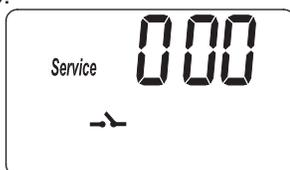
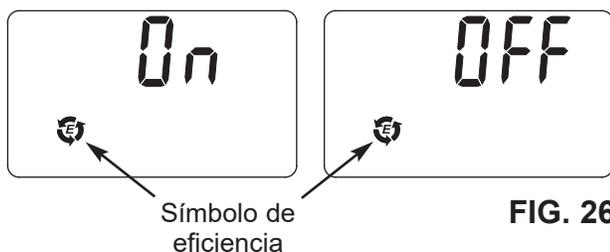
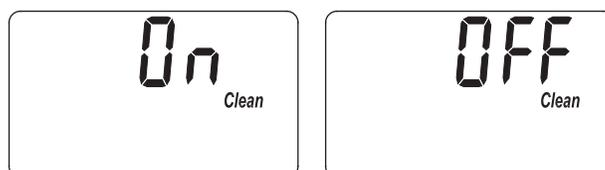

FIG. 25
FIG. 26
FIG. 27
1. Mantenga oprimido el botón PROGRAM (Programar) hasta que aparezca la pantalla que se indica en la Fig. 25. Cuando ello ocurra, oprima una vez el botón PROGRAM (Programar) y aparecerá una de las dos pantallas que se indican en la Fig. 26.
1. Mantenga oprimido el botón PROGRAM (Programar) hasta que aparezca la pantalla que se indica en la Fig. 25. Cuando ello ocurra, oprima dos veces el botón PROGRAM (Programar) y aparecerá una de las dos pantallas que se indican en la Fig. 27.
1. Mantenga oprimido el botón PROGRAM (Programar) hasta que aparezca la pantalla que se indica en la Fig. 25. Cuando ello ocurra, oprima tres veces el botón PROGRAM (Programar) y aparecerá la pantalla que se indica en la Fig. 28.